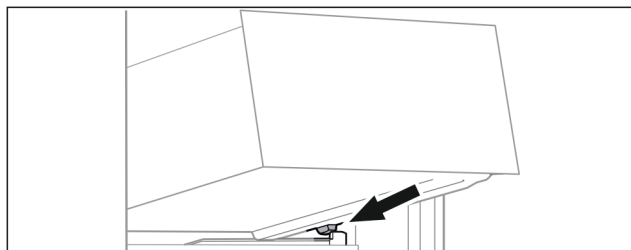

Fig. 98
- ▶ Наклоняя вниз, установите выдвижной ящик за стопоры на контейнерное ребро. (см. Fig. 98)